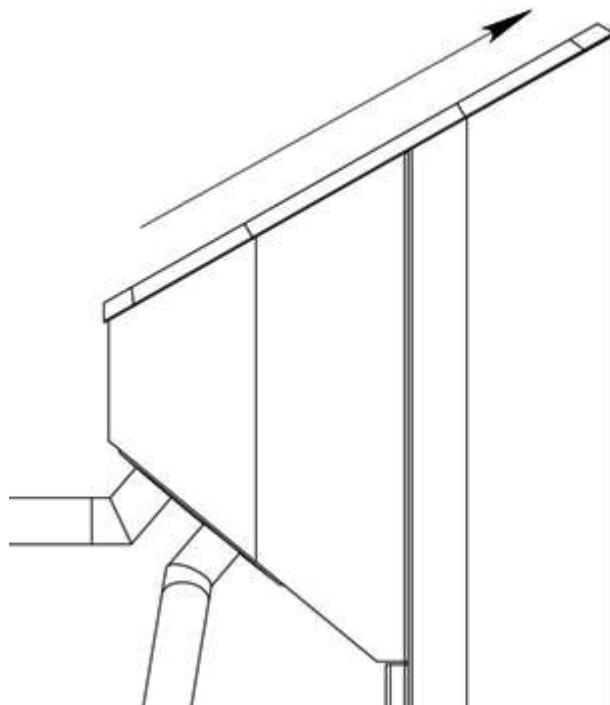

Рисунок 14 – Демонтаж панели индикации (центральная стойка турнкета)
- Рисунок 14 – сдвинуть панель индикации в указанном направлении и поднять ее вверх;